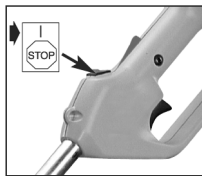

Fig. 4
2. Schieben Sie den Zündschalter auf die Position "EIN (I)" (Fig. 4).